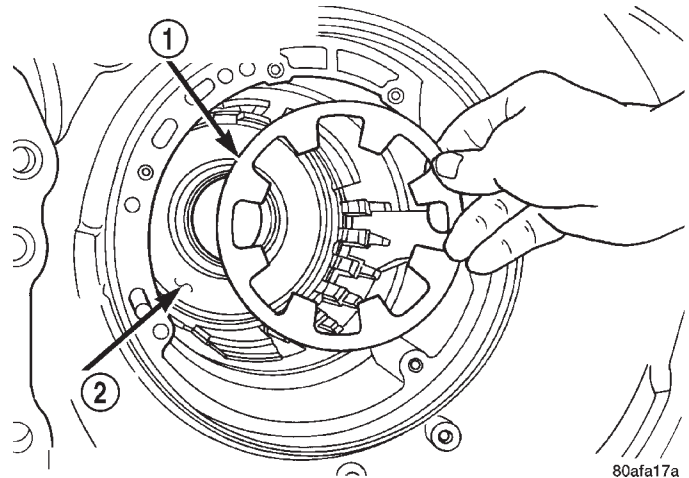

Fig. 69 Muelle de retroceso del émbolo de baja y marcha atrás
(59) Retire la herramienta de compresión del muelle de baja y marcha atrás y el muelle de retroceso del émbolo de baja y marcha atrás (Fig. 69).